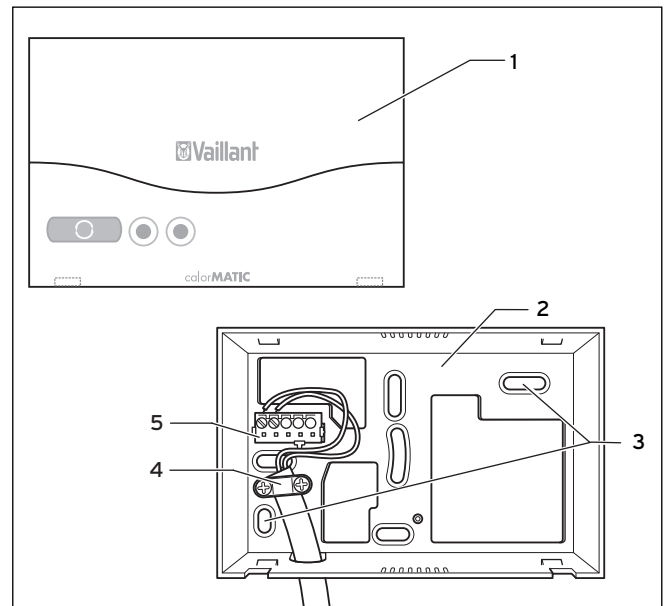

Fig. 4.1 Montaggio del radiorecettore
- ⇒ Collegare il cavo dell'eBUS alla morsettiera (1) del supporto murale per il radiorecettore.
- ⇒ Montare il passacavi (4, fig. 4.1).
- ⇒ Collegare il cavo eBUS alla morsettiera della caldaia (2).